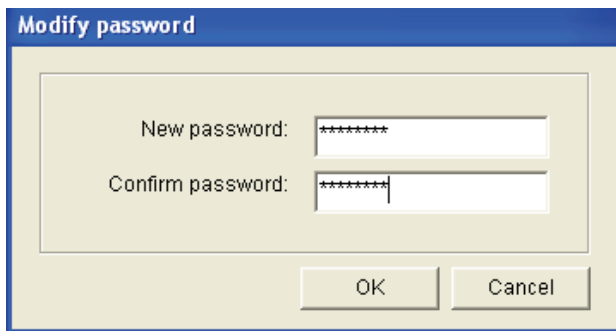

figure 8.22: Fenêtre de modification de mot de passe
- 2 Saisissez le mot de passe actuel puis cliquez sur OK. Le mot de passe par défaut est 12345678. La fenêtre suivante s'affiche (voir figure 8.22).